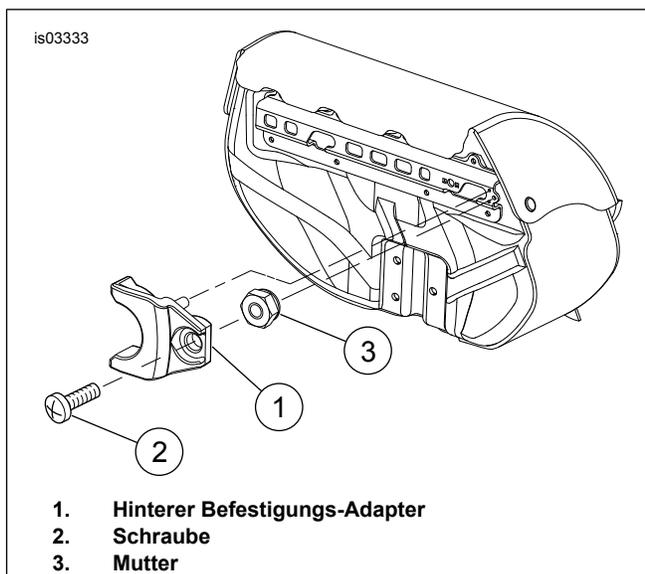

Abbildung 1. Hinteren Befestigungs-Adapter einbauen
1. Siehe Abbildung 1. Den hinteren Befestigungs-Adapter (1) in die Bohrungen der Satteltaschenhalterung einsetzen und in Stellung halten.
2. Den hinteren Befestigungs-Adapter mit der Schraube (2) und Mutter (3) befestigen. Sicher anziehen.